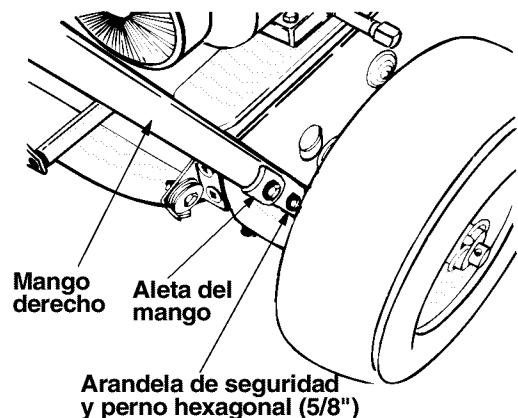

Figura 2
- Asegure el orificio del fondo del mango al expulsor de nieve usando pernos hexagonales de 5/16x3/4" de largo y la arandela de seguridad del conjunto de ferretería (Grupo A en la página 42). No ajuste en este momento. Vea la Figura 2.
- Coloque una de las dos aletas del mango, incluidas en el conjunto de ferretería (Grupo A en la página 42), sobre el orificio superior en el mango, de manera que el contorno de la aleta del mango coincida con el del mango. Vea la Figura 2.